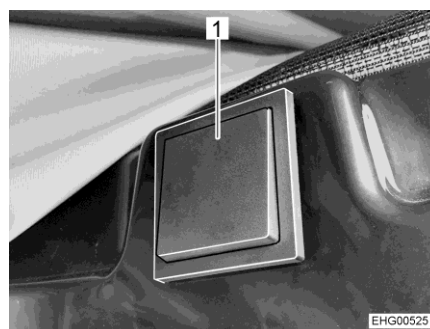

Fig. 48 Tasto per lo sblocco elettrico
Il tasto per lo sblocco elettrico (Fig. 48) è installato nell'apertura del tetto a soffietto.
- Premere per circa 2 secondi il tasto (Fig. 48,1).